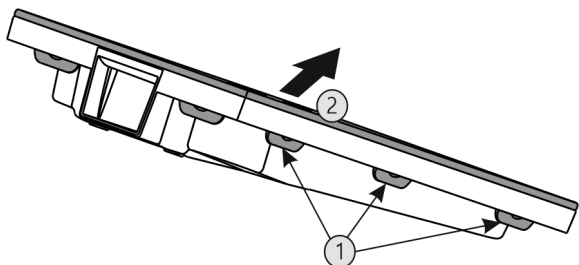

Fig. 41
- ▶ Appuyer sur toutes languettes *Fig. 41 (1)* l'une après l'autre et enlever le couvercle *Fig. 41 (2)*.